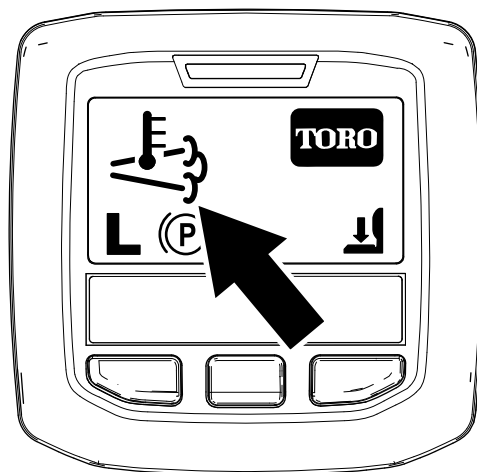

Figura 33
- O ícone da temperatura de escape elevada surge no InfoCenter (Figura 33).